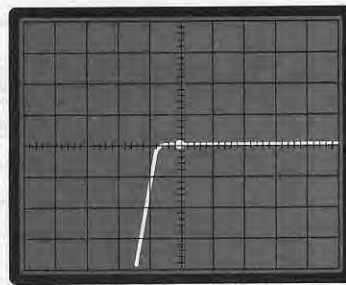

Fig.22 Se vi appare questa figura possono essere invertiti i terminali Base - Emittitore, oppure essere scarsa la corrente di Base.
e) Se appare una traccia come visibile in fig.22, potrebbero essere invertiti i terminali BASE ed EMETTITORE, però, prima di correggere tale errore, provate ad aumentare la corrente di Base portandola dagli attuali 10 microamper a 20 o 50 microamper, condizione che otterrete facilmente premendo il secondo e terzo pulsante di destra con indicato x2 e x5.